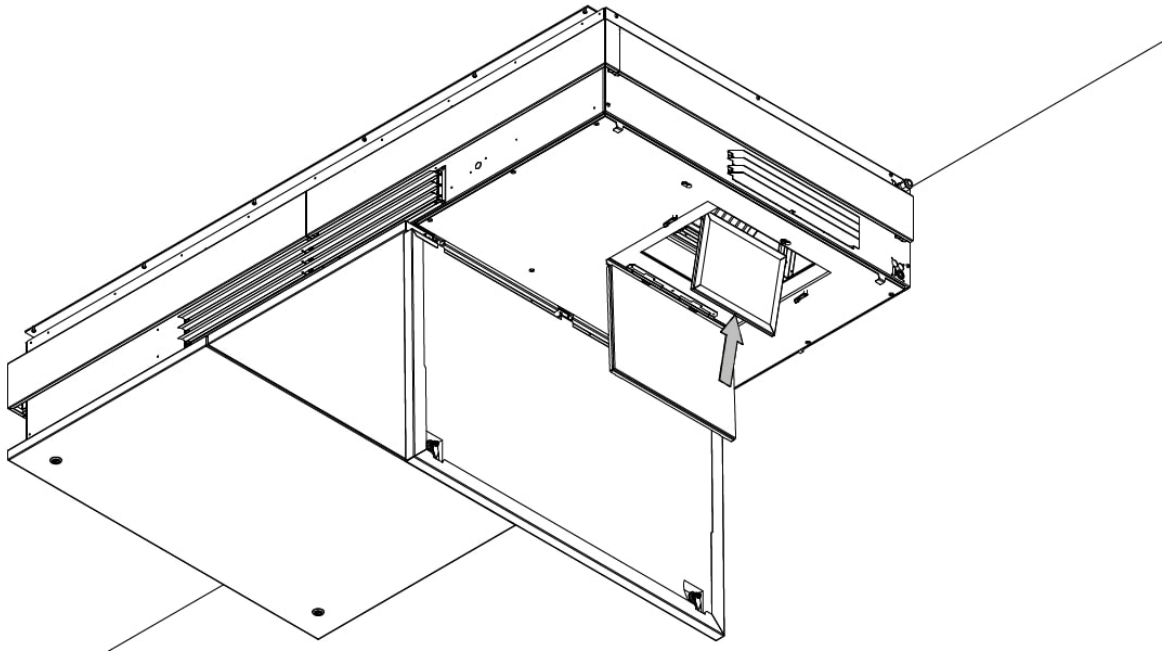

Afbeelding 10: De scharnieren openen die het grove filter op zijn plek houden
3. Open de scharnieren die het grove filter op zijn plek houden, zie Afbeelding 10 hieronder.